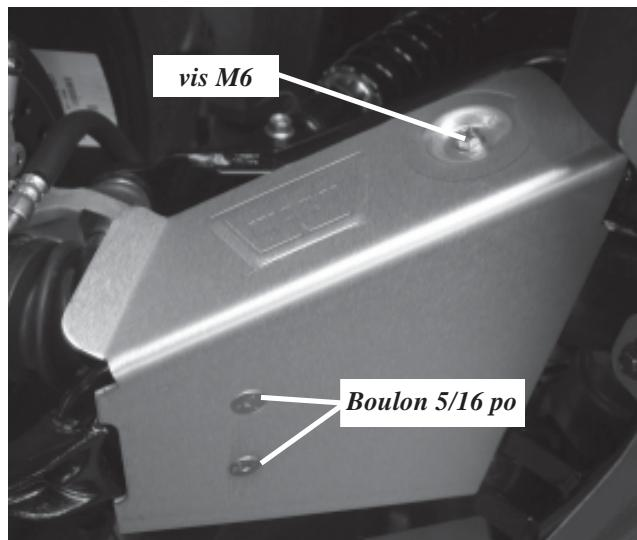

Figure 1
2. Fixez la protection (A1) sur la bride avant du bras triangulaire, à l'aide de vis M6 (B4). Évitez de serrer. (**Figure 1**)